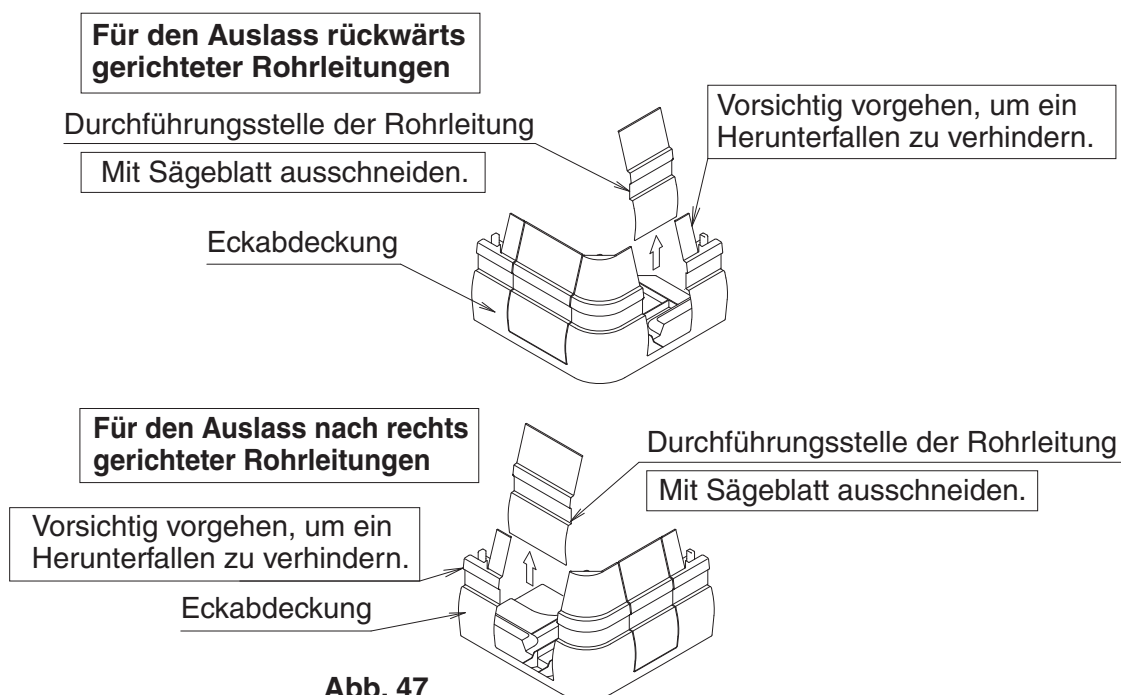

Abb. 47
- Für den Auslass von nach rechts gerichteten und rückwärtsführenden Rohrleitungen die Eckabdeckung wie in Abb. 47 dargestellt ausschneiden und entfernen.